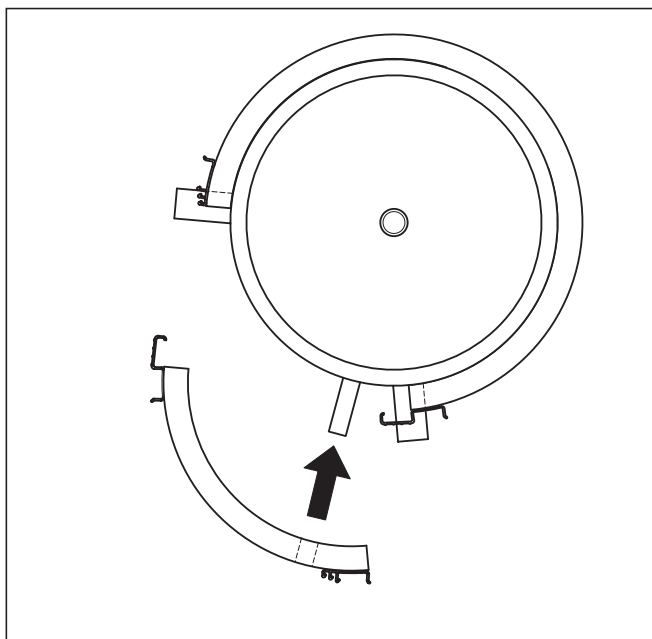

Afb. 4.8 Isolaties aanbrengen
- Wikkel de grote (voorst) isolatie, zoals in afb. 4.8 weergegeven van voren om het buffervat.